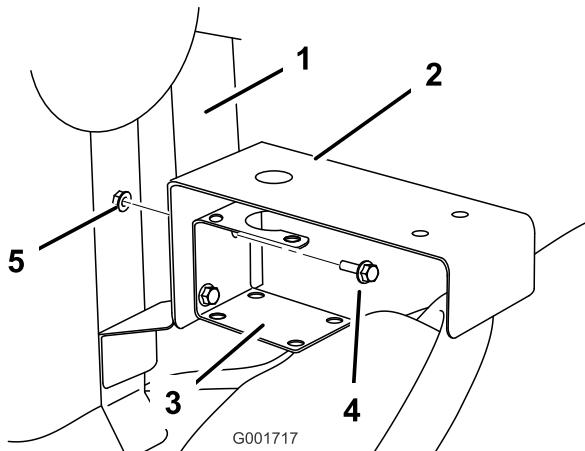

Figura 9
- 5. Instale el soporte de la válvula de control entre el soporte del acoplamiento en T de alimentación y el soporte de montaje (Figura 9) usando los herrajes retirados anteriormente.